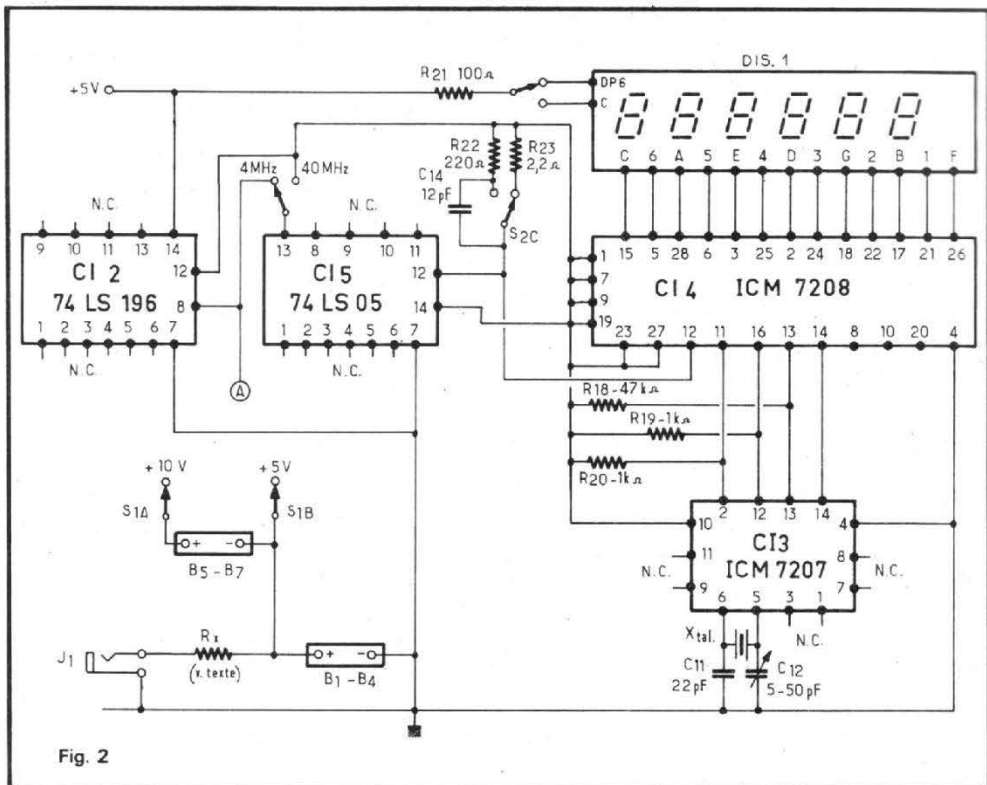

Fig. 2
Du collecteur, point (A), le signal est transmis au point (A) de la partie de l'appareil représentée à la figure 2.
Il est nécessaire de disposer de deux alimentations, l'une de 5 V et l'autre de 10 V, réalisable avec des batteries d'accumulateurs visibles sur la figure 2.